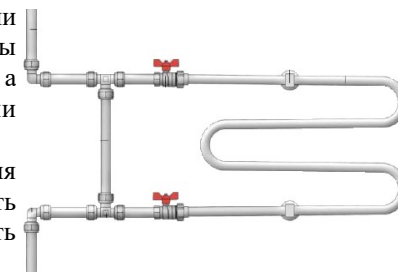

Рис. 1.
1.3. В случае монтажа полотенцесушителя непосредственно к стояку, необходимо установить обводную перемычку, диаметр которой должен быть на размер меньше диаметра стояка (Рис. 1.).